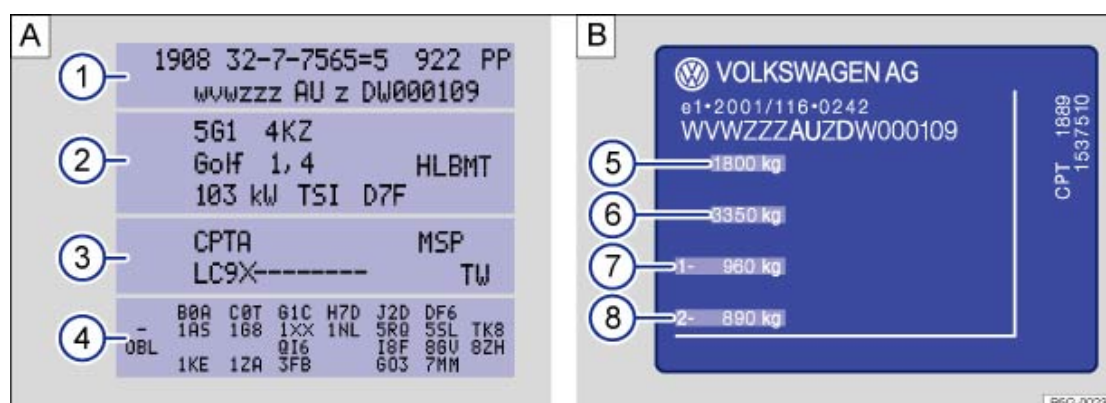

Fig. 19 A : Étiquette d'identification du véhicule : ici avec les lettres-repères moteur CPTA ③. B : Plaque du constructeur.
L'étiquette d'identification du véhicule → Fig. 19 A est collée sous le revêtement arrière du coffre à bagages, sur la paroi. Elle comporte les données suivantes :
- 3 Lettres-repères de moteur et de boîte de vitesses, référence peinture, code de garnitures intérieures. Dans l'exemple, les lettres-repères de moteur sont CPTA → Fig. 19.
La plaque du constructeur → Fig. 19 B est visible au bas du montant de la porte du conducteur, après ouverture de la porte du conducteur. Les véhicules destinés à certains pays d'exportation n'ont pas de plaque du constructeur.